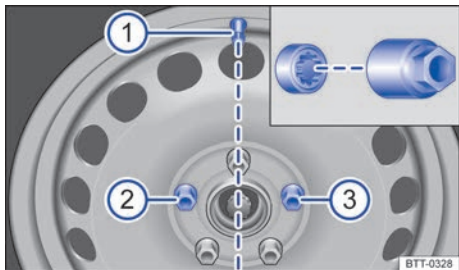

Fig. 261 Cambio de rueda: válvula del neumático ① y lugar de montaje del tornillo de rueda antirrobo ② o ③.
Antes de montar el tapacubos, enrosque el tornillo de rueda antirrobo en la posición → fig. 261 ② o ③. De lo contrario no se podrá montar el tapacubos.
Presione el tapacubos integral contra la llanta haciendo coincidir el hueco para la válvula con la válvula del neumático → fig. 261 ①. Asegúrese de que todo el contorno del tapacubos quede encajado correctamente.
En las ruedas con tapacubos integrales, el tornillo de rueda antirrobo tiene que estar enroscado en las posiciones → fig. 261 ② o ③, tomando como referencia la posición de la válvula del neumático ①. De lo contrario no se podrá montar el tapacubos.
- Enrosque el tornillo de rueda antirrobo en la posición → fig. 261 ② o ③ en el sentido de las agujas del reloj utilizando el adaptador y apriételo ligeramente.